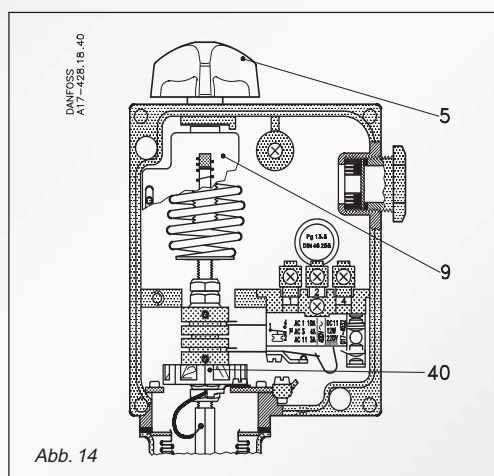
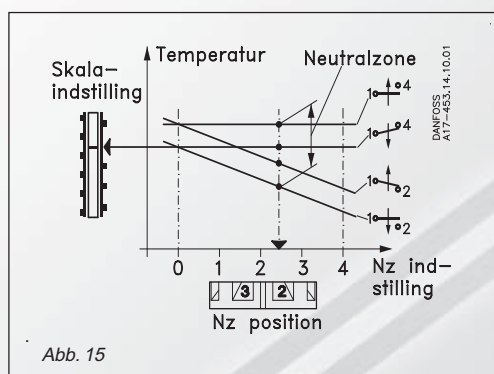
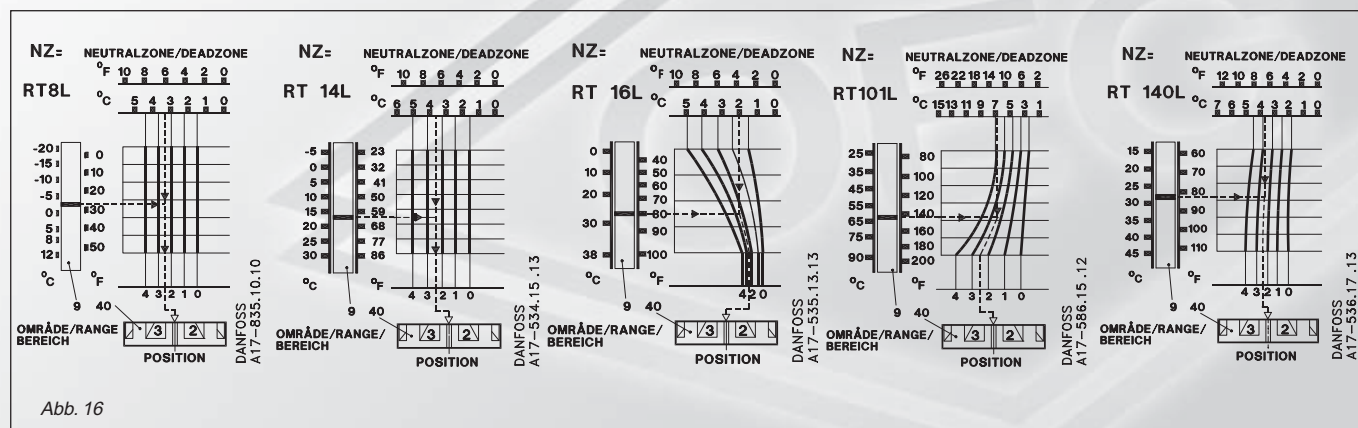

Abb. 14
Abb. 15
Abb. 16
Der gewünschte Bereich wird unter gleichzeitigem Ablesen der Hauptskala (9) mittels des Einstellknopfes (5), Abb. 14 eingestellt. Der eingestellte Wert ist die Ausschalttemperatur für die Kontakte 1-4, Abb. 15. Die gewünschte neutrale Zone wird im Diagramm für das betreffende Gerät aufgesucht, Abb. 16. Auf der unteren Skala des Diagramms kann dann abgelesen werden, auf welche Position die Neutralzonenrolle (40) einzustellen ist.
Die gestrichelten Linien im Diagramm für RT 16L (Abb. 16) schneiden einander auf der Kurve für Position 2.8; daher ist die Neutralzonenrolle (40) auf diese Position einzustellen.